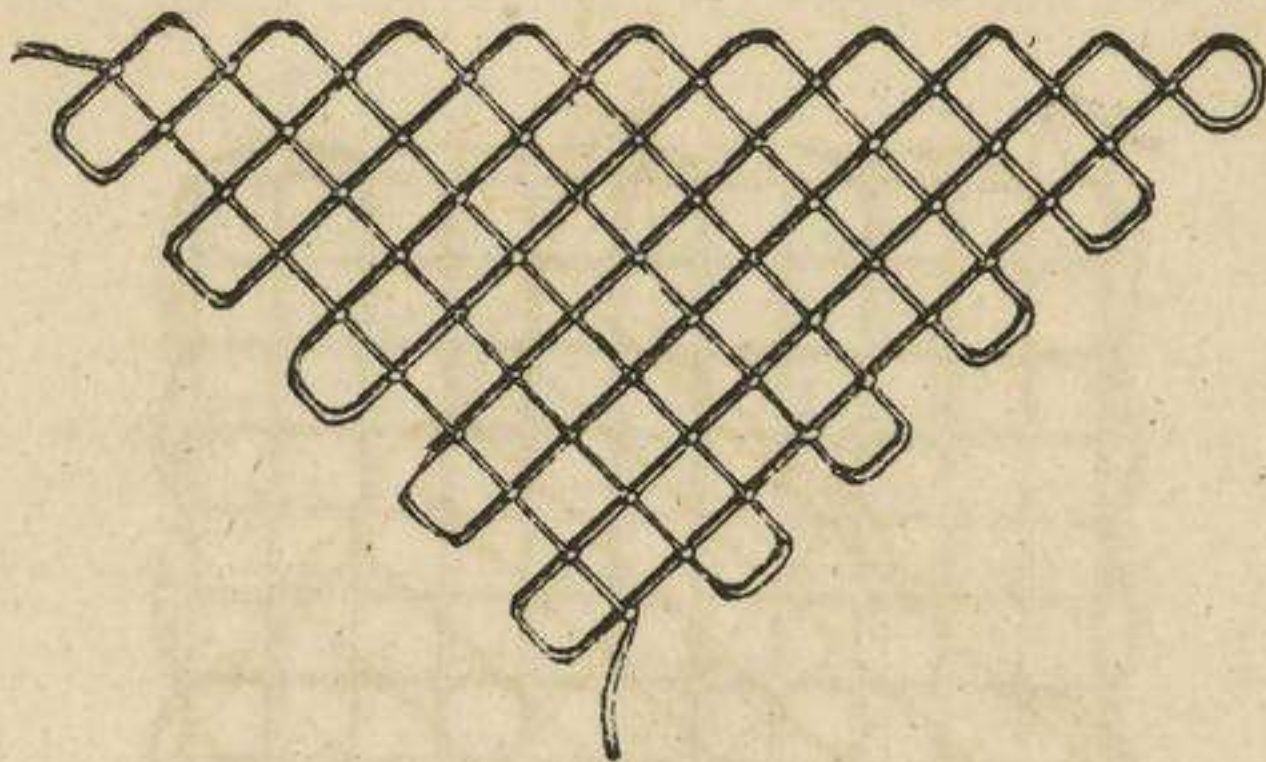

Fig. 150.—Punta con menguados.
**ENCAJE DE RED LISA.**—Se monta el encaje al objeto que se quiere adornar, haciendo la 1.a hilera. Cuando se quiere comenzar los picos, se hacen en la última hilera 7, 8, 9 nudos, ó más, según el ancho que hayan de tener los picos, y se vuelve la labor, dejando una malla al final de cada hilera, como en la punta (fig. 150). — Se corta la hebra al final del pico, y se vuelve á principiar sucesivamente para todos los picos.